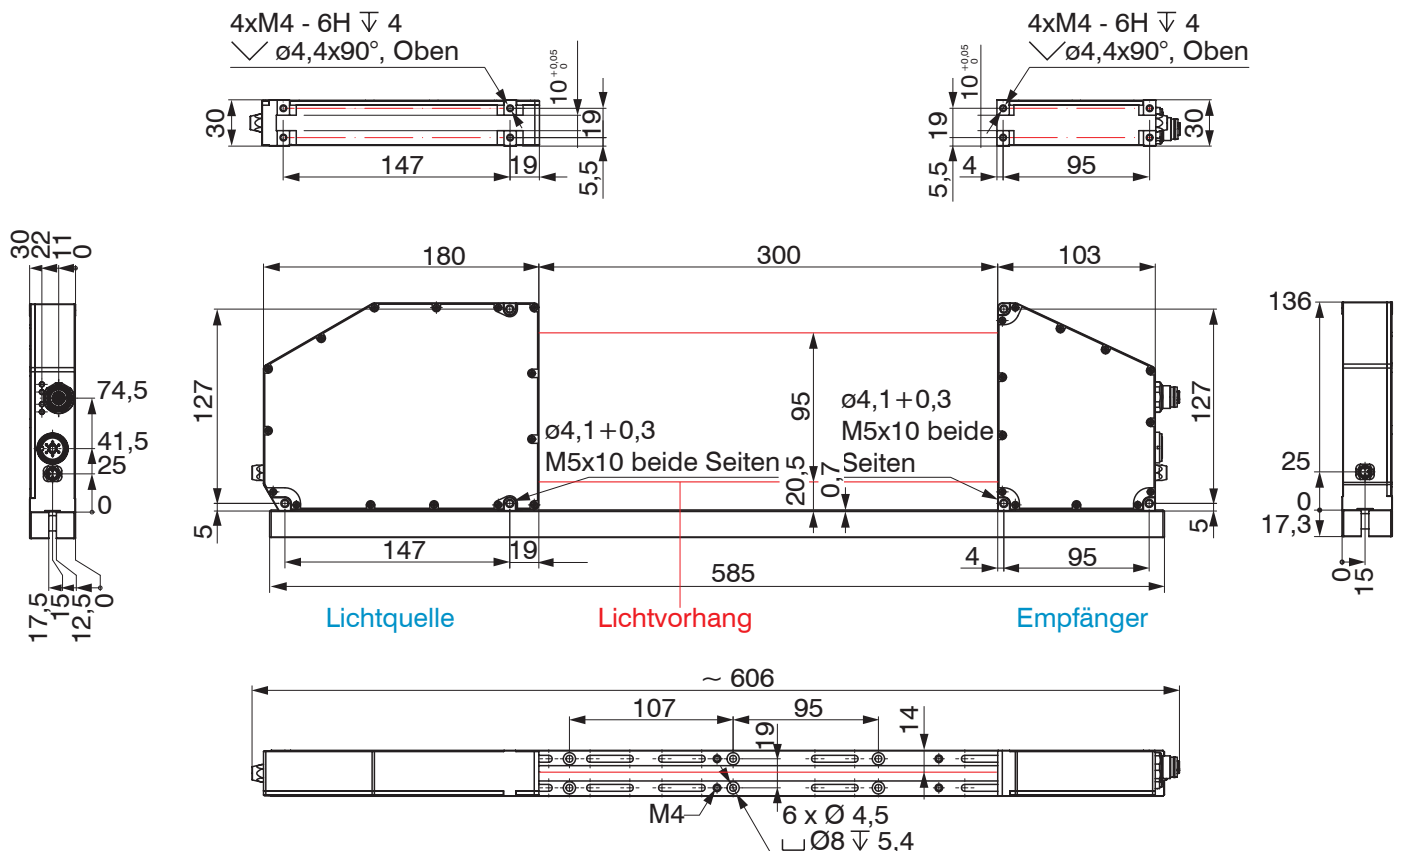
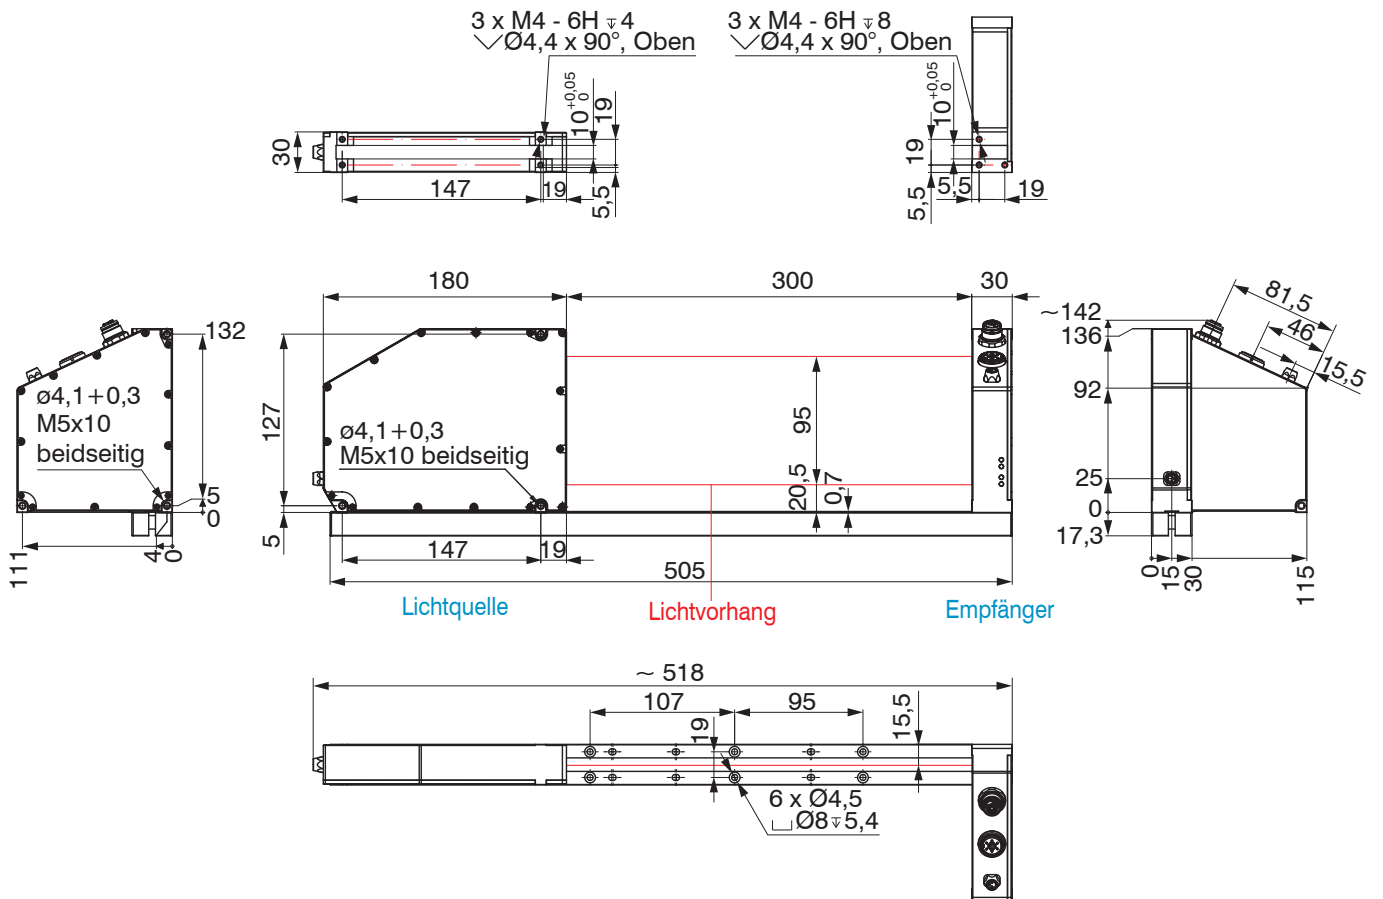

Abb. 9 Maßzeichnung optoCONTROL 2520-95, Abmessungen in mm
Abb. 10 Maßzeichnung optoCONTROL 2520-95(270), Abmessungen in mm
Die Befestigung von Lichtquelle und Empfänger kann unter Nutzung der jeweils drei Durchgangsbohrungen $\varnothing 4,1 + 0,3$ mm (Durchsteckverschraubung) bzw. der beidseitigen Gewindebohrungen M5x10 (Direktverschraubung) erfolgen. An der Montagेशchiene selbst stehen ebenfalls mehrere, durchgehende Bohrungen $\varnothing 4,5$ mit Stirnsenkung $\varnothing 8$ bzw. Gewindebohrungen M4 zur Befestigung/Aufnahme des Messsystems zur Verfügung, siehe Abb. 9.
Die Montagezeichnung des optoCONTROL 2520-95 und der Option optoCONTROL 2520-95(270) für die Befestigung auf der Montagesschiene entnehmen Sie bitte den vorangegangenen Zeichnungen, siehe Abb. 9, siehe Abb. 10.